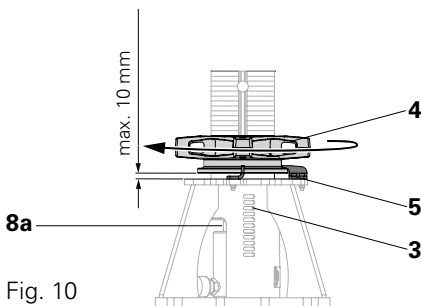

Fig. 10
- Lo spigolo inferiore del pressore rosso (3) è centrato nel foro 9. (Fig. 10)